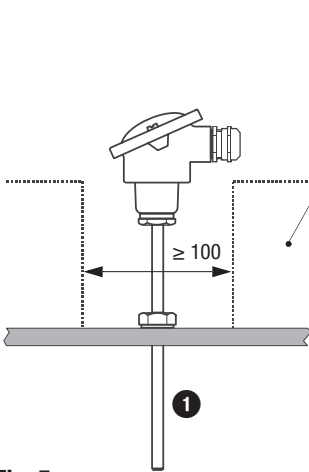
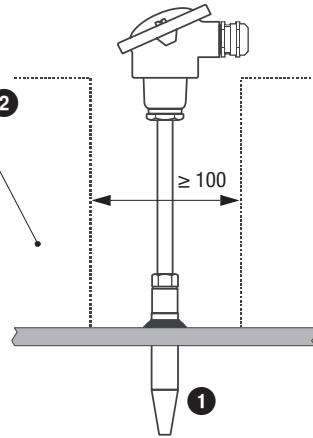
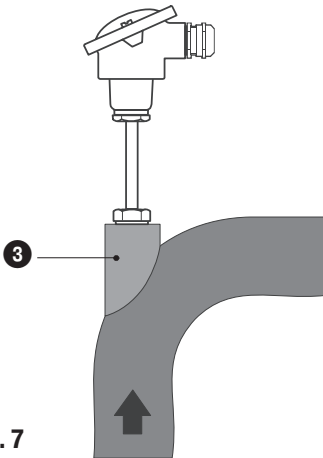
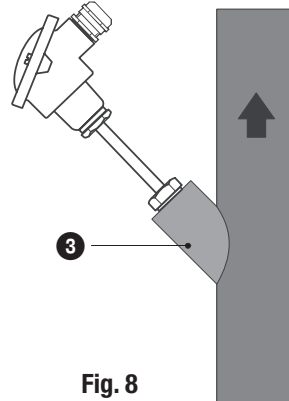

Fig. 5
Fig. 6
Fig. 7
Fig. 8
- Bei Einbau in Rohrleitungen Winkelstück aufschweißen, damit der temperaturempfindliche Teil **④** des Temperaturfühlers gegen die Strömungsrichtung in das Medium eintaucht. **Fig. 7, Fig. 8**
- Den Temperaturfühler so installieren, dass der temperaturempfindliche Teil **④** die Messspitze ständig in das Medium eintaucht.
- Die Temperaturfühler dürfen nicht vollständig einisoliert werden. Siehe Einbau-beispiele **Fig. 5, Fig. 6**.